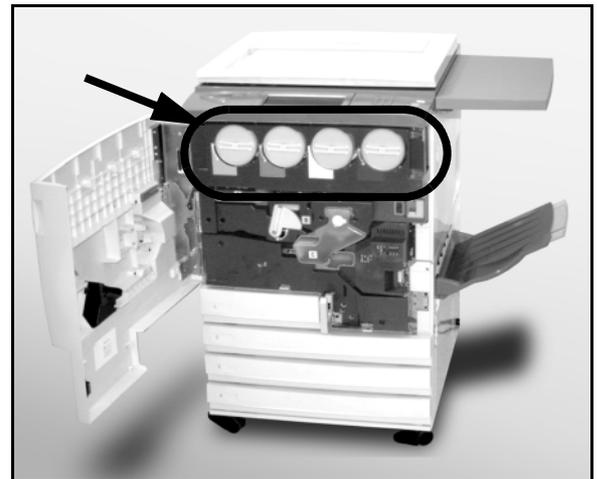

Fig. 8: Posizione della cartuccia di toner
- 1 Aprire lo sportello anteriore della copiatrice/ stampante e individuare la posizione delle cartucce di toner, come illustrato in Fig. 8. Da sinistra a destra, i colori delle cartucce di toner sono i seguenti: ciano, magenta, giallo e nero.